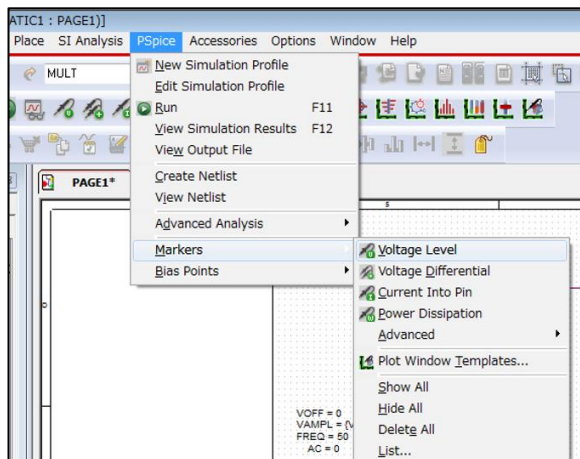

図 5.8 Marker 種類選択画面
- (1) OrCAD[®] Capture メニューバーの「PSpice」-「Markers」から、表示させる波形に応じて Marker 種類を選択します。(図 5.8)